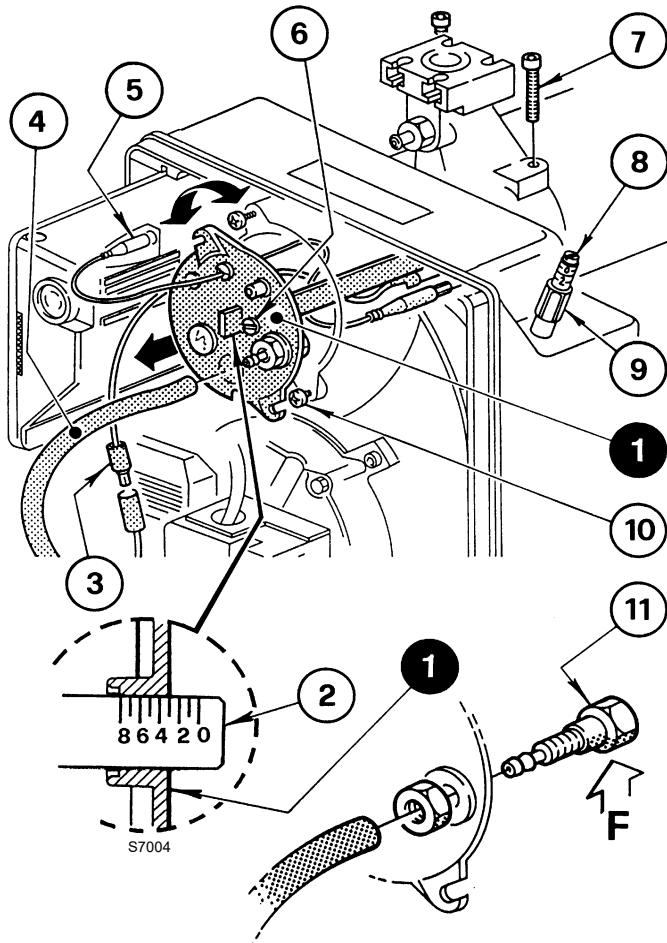

Fig. 13
Pour cela, tourner la vis de réglage 6)(Fig. 13) dans le sens des aiguilles d'une montre ou inverse, jusqu'à ce que l'encoche gravée sur la bride de régulation 2) coïncide avec le plan externe du groupe tête 1).
Sur la Fig. 13, la bride de régulation de la tête est tarée sur l'encoche 3.
Pour extraire le groupe tête, (Fig. 13) il faut :
Pour la repose procéder inversement à la dépose, en replaçant le groupe tête 1)(Fig. 13) sur sa position initiale.
Visser les vis 7)(Fig. 13) à fond (sans les bloquer). Les bloquer à un couple de serrage de 3 - 4 Nm.
Si la prise de pression 11)(Fig. 13) est accidentellement desserrée, il est recommandé de la resserrer en veillant à ce que le trou (F) (Fig. 13) situé dans la partie interne du groupe tête 1)(Fig. 13) soit orienté vers le bas.